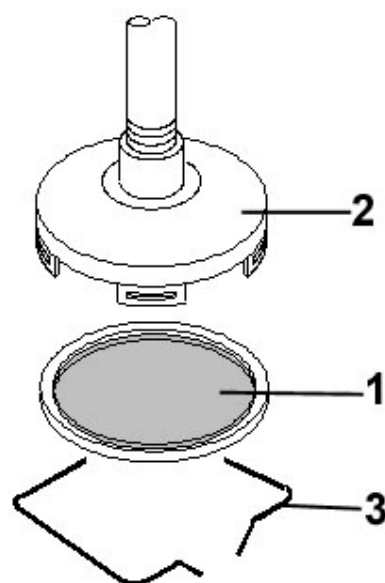

Fig.47
8) Rimuovere il filtro (fig.47) posto nella parte terminale del tubo di aspirazione togliendo la molletta di fissaggio e pulirlo con del solvente.